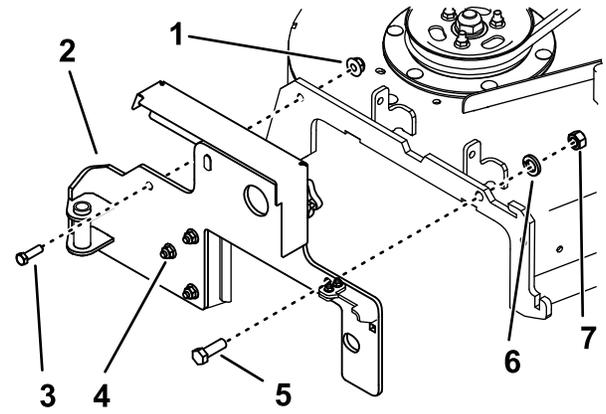

Figure 3
- Fixez le support du souffleur sur le plateau à l'aide de 1 boulon (1/2" x 1 1/2"), 1 rondelle frein, 1 écrou (1/2"), 1 boulon (3/8" x 1 1/4") et 1 écrou (3/8"), comme montré à la Figure 3.
- Fixez le support du souffleur sur le plateau à l'aide de 1 boulon ($\frac{1}{2}$ " x $1\frac{1}{2}$ "), 1 rondelle frein, 1 écrou ($\frac{1}{2}$ "), 1 boulon ($\frac{3}{8}$ " x $1\frac{1}{4}$ ") et 1 écrou ($\frac{3}{8}$ "), comme montré à la Figure 3.